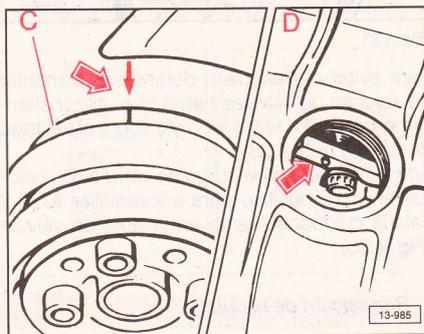

Fig. 4.39
Colocar el cigüeñal en la posición de PMS (Fig. 4.39).
Deben coincidir las marcaciones del antivibrador y de la protección de la correa dentada (C) (Fig. 4.39).
Deben coincidir las marcaciones del volante del motor y de la carcasa del embrague (D) (Fig. 4.39).